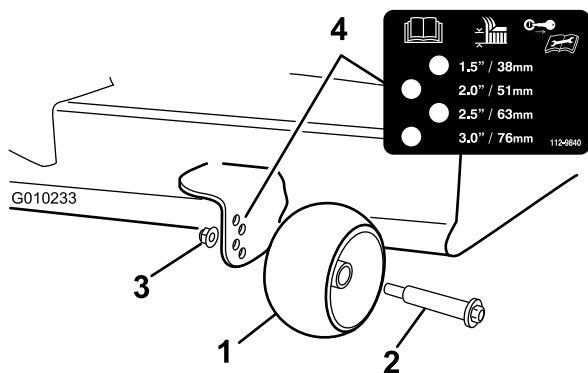

Figure 24
3. Réglez les galets anti-scalp comme montré à la Figure 24, à la position correspondant le mieux à la position de hauteur de coupe.